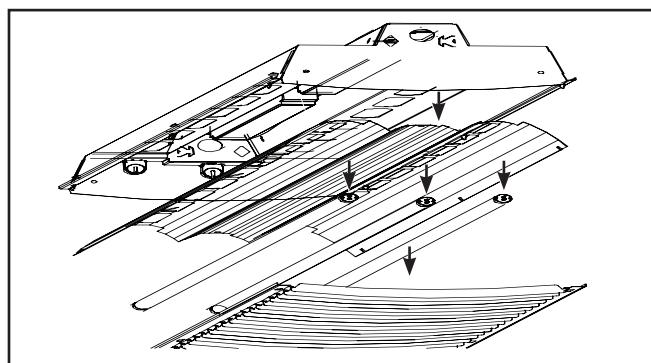

Figura 2.
1. Extraiga los elementos de la pantalla protectora (atenuador, lente o celosía). Consulte las instrucciones de extracción de los elementos (Figura 2.).